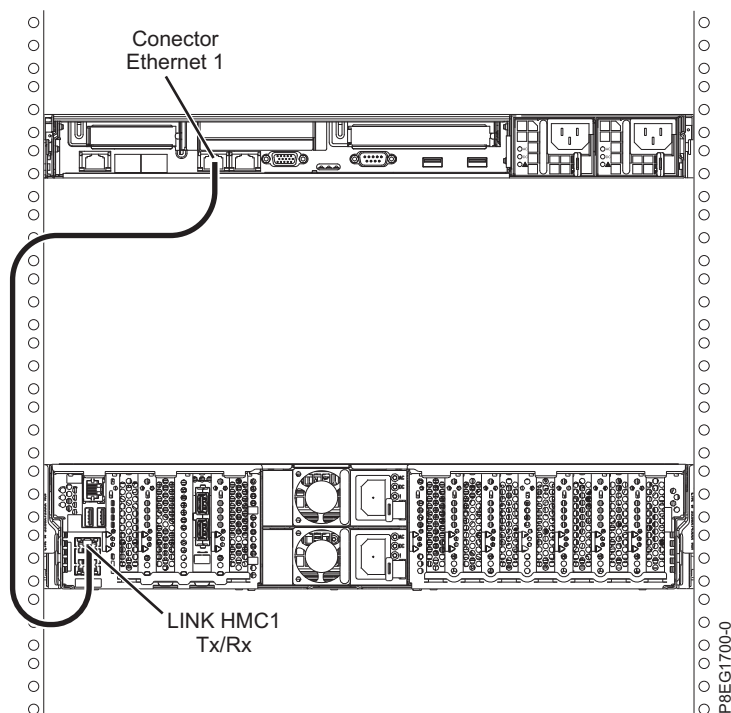

Figura 39. Conectando o HMC para o sistema gerenciado
1. ConsulteSe você deseja conectar diretamente o seu HMC para o sistema gerenciado, conecte o **Conector Ethernet 1** no HMC à porta **HMC1** no sistema gerenciado. Figura 39.